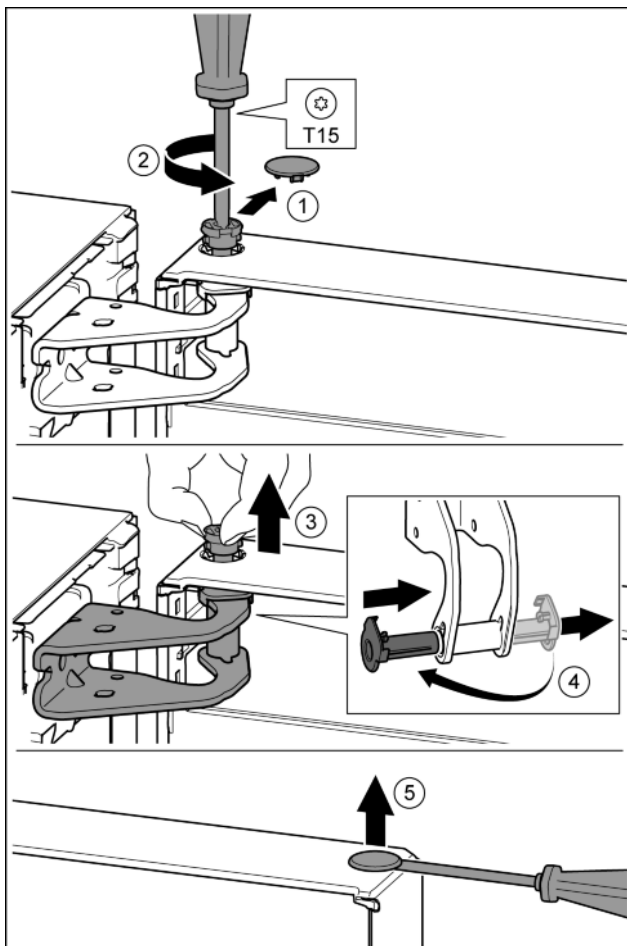

Fig. 10
- Bezpečnostní kryt opatrně stáhněte. *Fig. 10 (1)*
- Šroubovákem T15 o kousek vyšroubujte čep. *Fig. 10 (2)*
- Dveře držte a čep vytáhněte prsty. *Fig. 10 (3)*
- Vytáhněte ložiskové pouzdro z vedení. Vložte z druhé strany a zaklesněte. *Fig. 10 (4)*
- Plochým šroubovákem opatrně nadzvedněte zátku z ložiskového pouzdra dveří a vytáhněte ji. *Fig. 10 (5)*